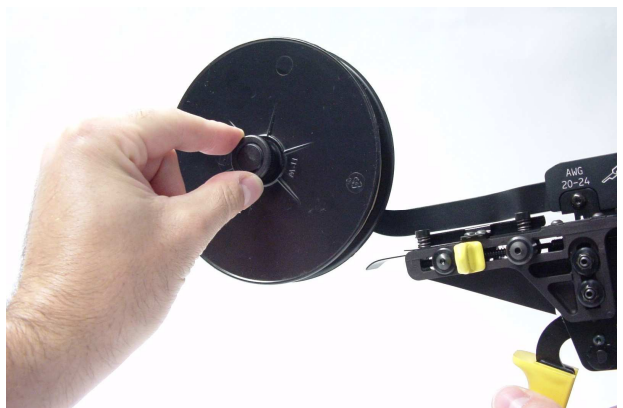

Figure 7
**1.** Vor dem Einlegen des Kontaktstreifens wird die Crimphandzange vollständig geöffnet. Der Streifen wird so in die Vorschubeinheit eingeschoben, dass dieser unter dem Abdeckblech liegt und mit dem Führungsblech zwischen Leiter- und Isolationscrimp geführt wird (siehe Abbildung 7).